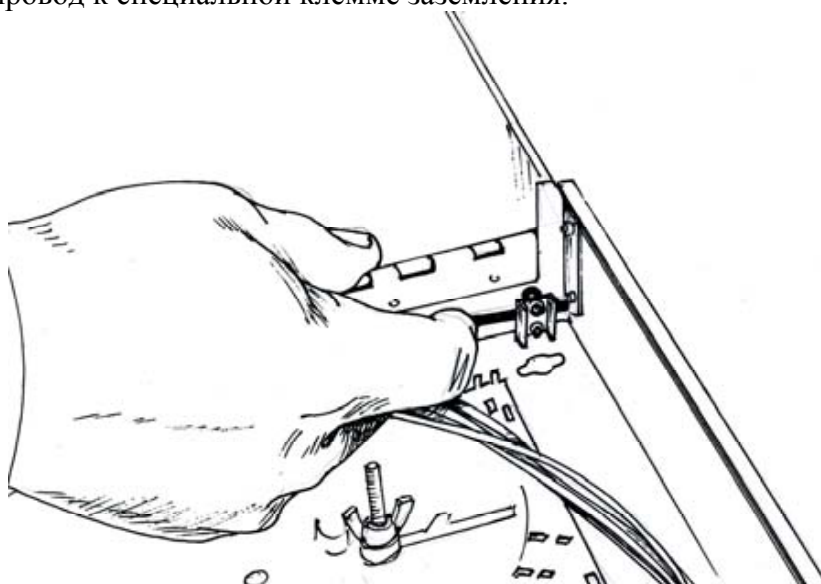

Рис. 3.17. Крепление ЦСЭ к шкафу
3.2.3. Отрезают на необходимую длину ЦСЭ, удаляют пластмассовую оболочку (если она есть) и закрепляют планкой с двумя винтами (Рис. 3.17). Далее подсоединяют экранирующий провод к специальной клемме заземления.